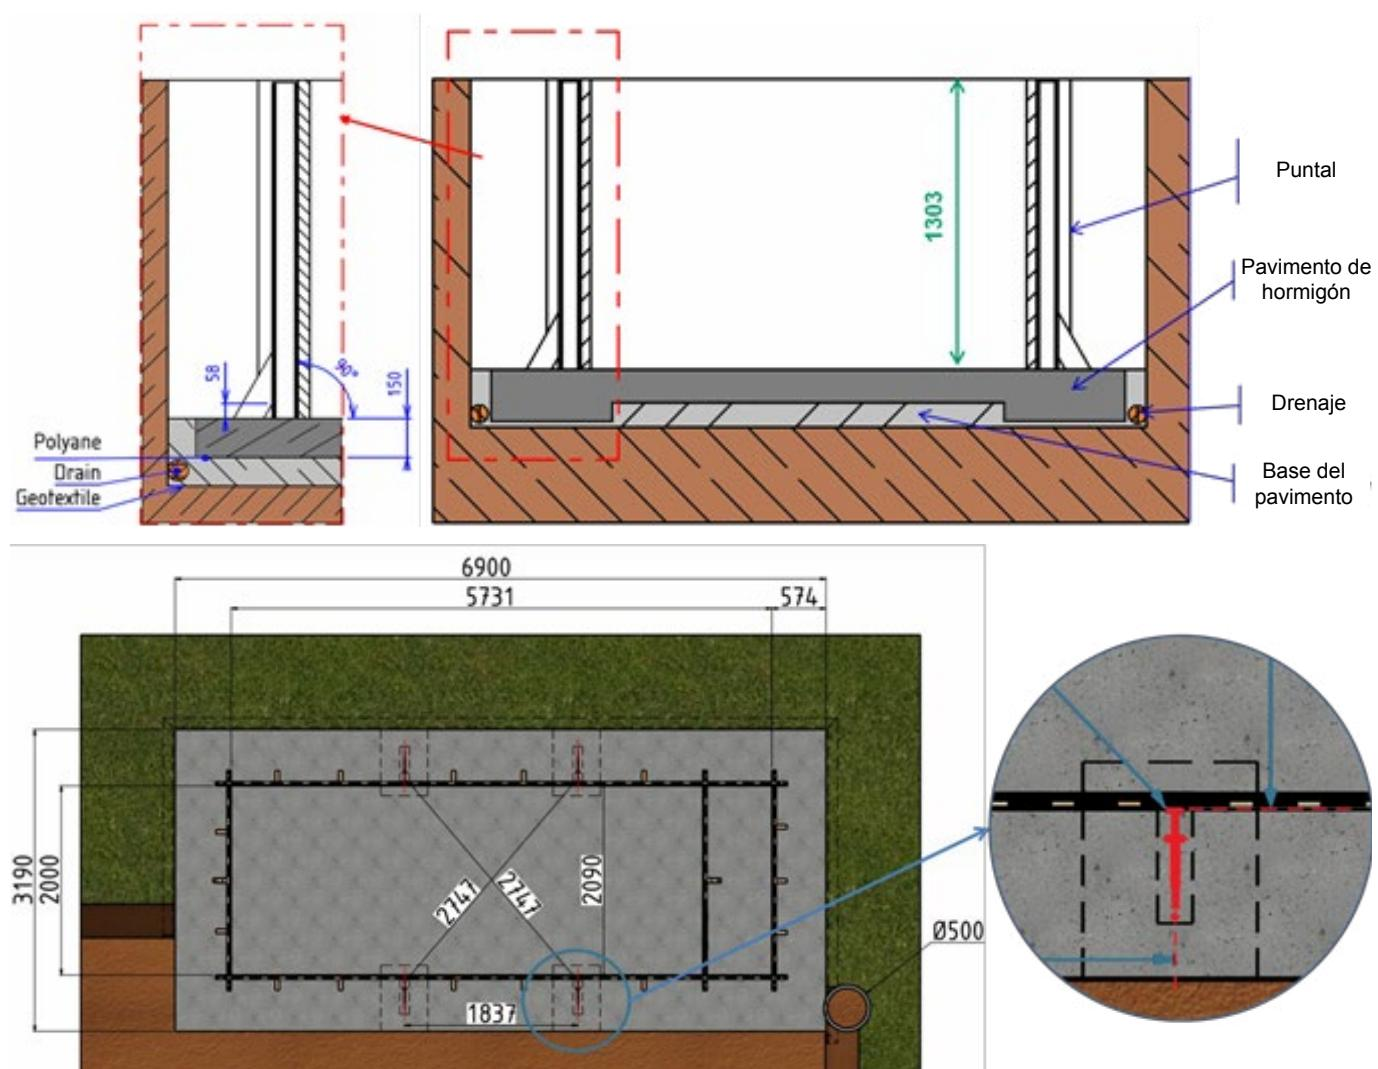

Figura 4 – Posicionamiento de los puentes
**CONSEJO:** puede usar los puentes para materializar la altura que tendrá su pavimento de hormigón una vez que se haya completado. Para esto, tomando como nivel 0 la línea de enrase de su piscina (debajo de los coronamientos, consulte la *Figura 4*, mida 1,303 m y trace una línea en este lado en la parte delantera del puntal. Esta línea corresponderá al valor final de su pavimento de hormigón.
! Verifique que se respeten todas las dimensiones de la *Figura 4* antes de continuar con el siguiente paso.